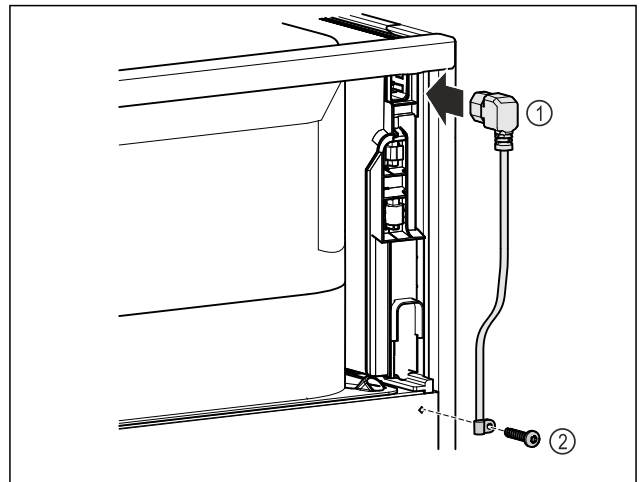

Fig. 7
- ▶ Вставьте разъем сетевого кабеля, предназначенный для устройств, не выделяющих тепла, Fig. 7 (1) с задней стороны устройства.
- ▶ Установите приспособление для разгрузки натяжения кабеля. Fig. 7 (2)